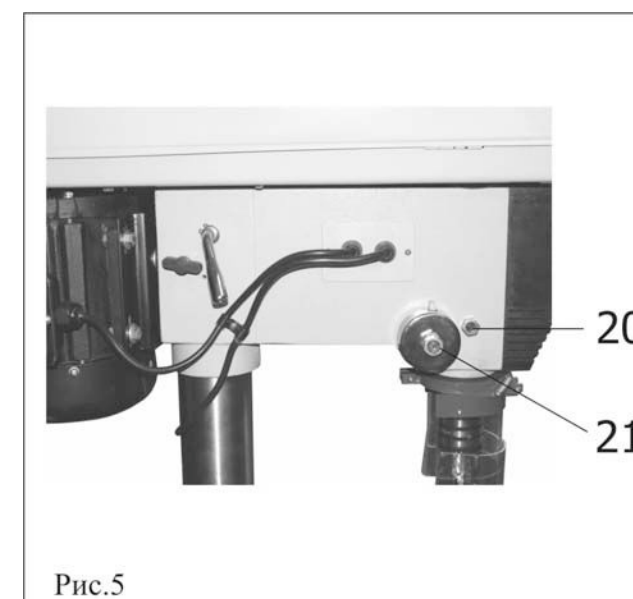

Рис.5
9.14. Проверьте наличие поперечного люфта шпинделя, покачав за сверильный патрон (6), Рис.2. Если люфт ощутим, его можно минимизировать, проворачивая по часовой стрелке винт (20), Рис.5, предварительно отпустив контрящую гайку; по завершению регулировки вновь затяните ее контрящую гайку.
Помните, затягивая винт (20), Рис.5, вы прижимаете шпиндель. Усилия возвратной пружины может оказаться недостаточно для автоматического подъема шпинделя в исходное положение.
9.15. Регулировка усилия возвратной пружины шпинделя осуществляется вращением регулировочного болта (21), Рис.5.